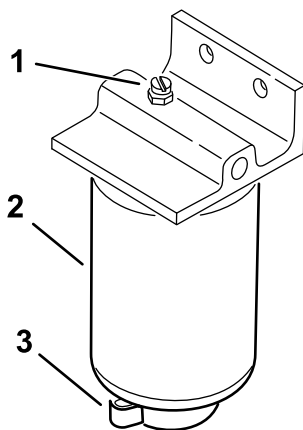

Figura 37
4. Aprite il tappo di spurgo del filtro e la valvola di sfiato (Figura 37).